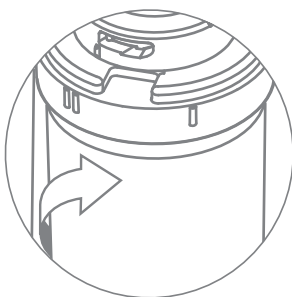
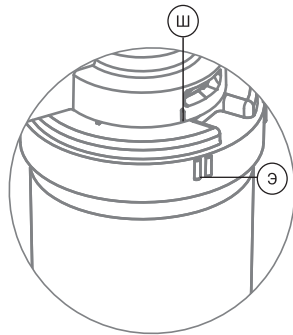

Рис. 24
Рис. 25
7. Поверните картридж по стрелке до щелчка, как показано на (рис. 24), чтобы совпали метка «I» (Ш) на скобе и метка «II» (Э) на картридже (рис. 25).